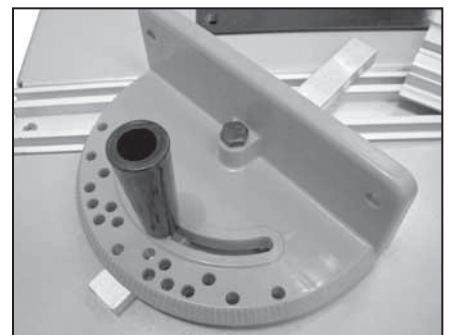

Figure 8
2. Installer le manche comme il est illustré à la figure 8.